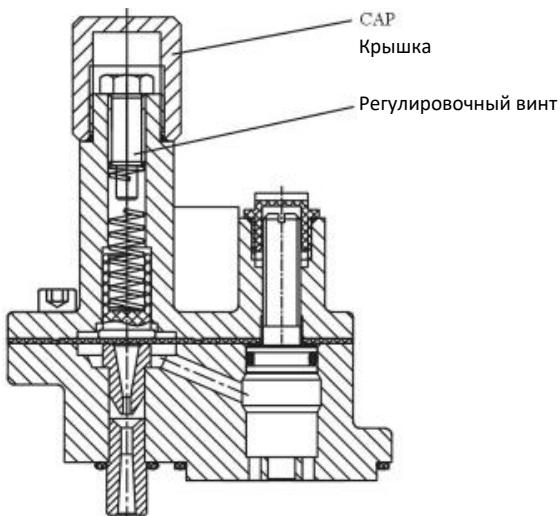

Рисунок 14: Колпачок и регулировочный винт функционального элемента
1. Снимите колпачок (см. Рисунок 14).
2. Открутите регулировочный винт (см. Рисунок 14). Затягивание винта по часовой стрелке увеличивает давление. Когда регулировочный винт полностью опущен, давление сброса составляет примерно 30 psi (207 кПа). Полное поднятие приведет к сбросу давления в диапазоне 0-3 psi (0-20 кПа).
4. Чтобы сбросить давление, открутите винт функционального элемента (см. Рисунок 14 на стр. 16) или снимите два фиксирующих болта и раскачивайте насос, чтобы позволить избыточному давлению перейти в резервуар.